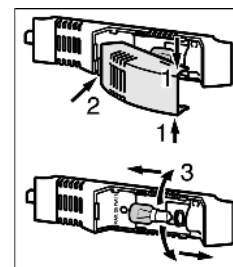

Fig. 27
- ▶ Het afdekkapje van de lamp boven en onder vastpakken *Fig. 27 (1)*.
- ▶ Het afdekkapje achter losklikken en verwijderen *Fig. 27 (2)*.
- ▶ Vervang de gloeilamp *Fig. 27 (3)*.